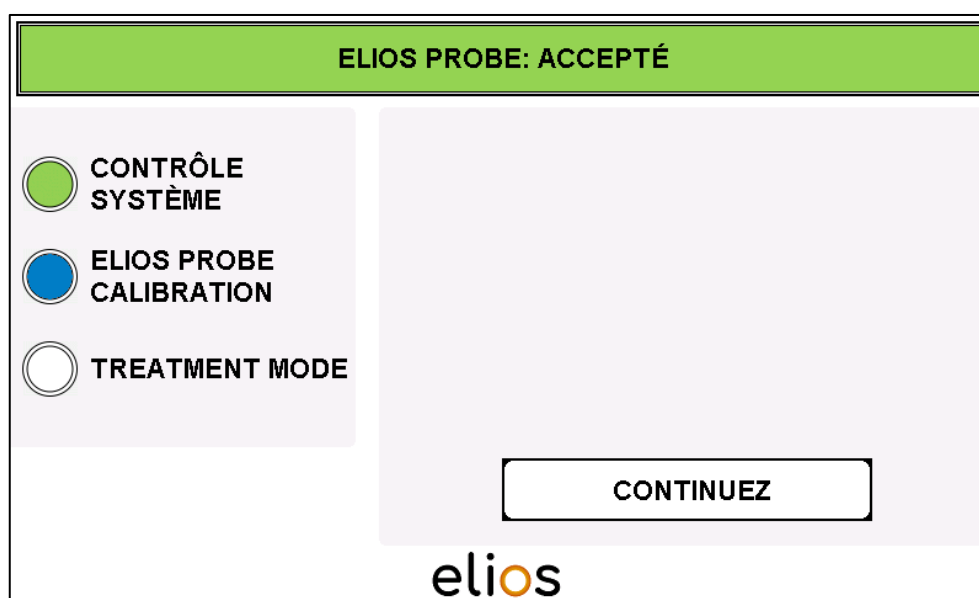

Fig. 4-7: Détection de fibres – ELIOS PROBE : ACCEPTÉ
- Si un nouvel applicateur stérile est connecté à la ELIOS laser console, la notification « **ELIOS PROBE: ACCEPTÉ** » s'affiche. L'option de menu suivante est alors disponible en appuyant sur « **CONTINUEZ** » (Fig. 4-7).